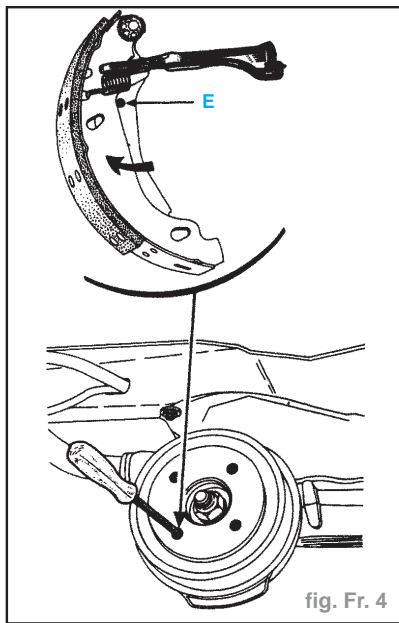

fig. Fr. 4
- Passer par l'intermédiaire d'un trou de fixation de la roue sur le tambour, un tournevis et pousser le levier de frein à main pour dégager l'ergot du segment de frein (E) (fig. Fr. 4)